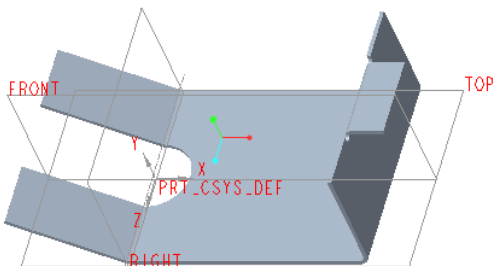

图 8-48 钣金件模型
(1) 在“快速访问”工具栏中单击 (打开) 按钮，弹出“文件打开”对话框。
(2) 通过“文件打开”对话框在工作目录下选择 tsm_s8_2.prt。
(3) 单击“文件打开”对话框的“打开”按钮。该文件中的钣金件模型如图 8-48 所示。